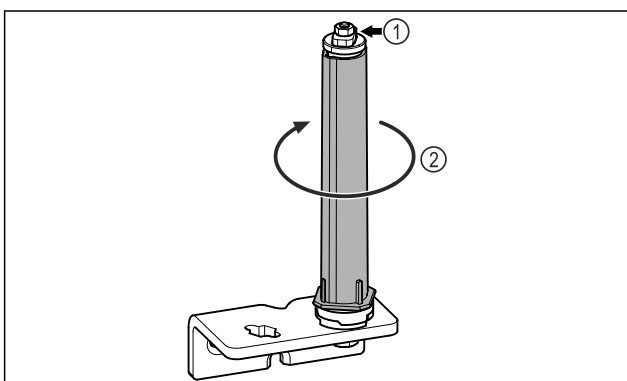

Fig. 29
- Ta inte isär dörlåssystemet Fig. 29 (1).
- Vrid låssystemet Fig. 29 (2) tills det klickar.